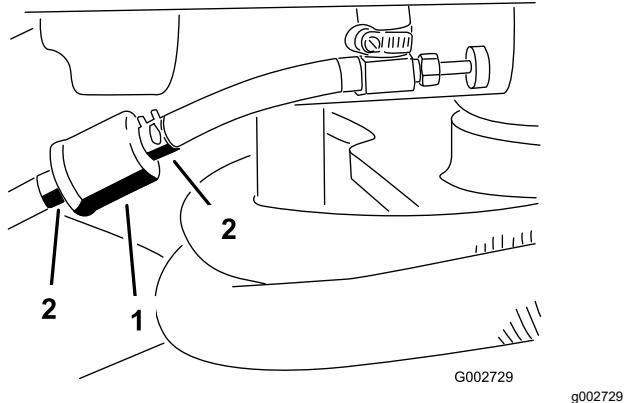

Рисунок 30
1. Закройте отсечной топливный клапан, ослабьте шланговый хомут на обращенной к карбюратору стороне фильтра и отсоедините от фильтра топливный трубопровод (Рисунок 30).